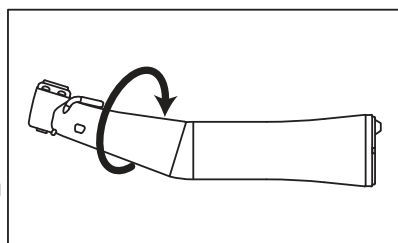

Рис. 6
- 3) Удерживая корпус наконечника, поверните головку в направлении, указанном на Рис.6.